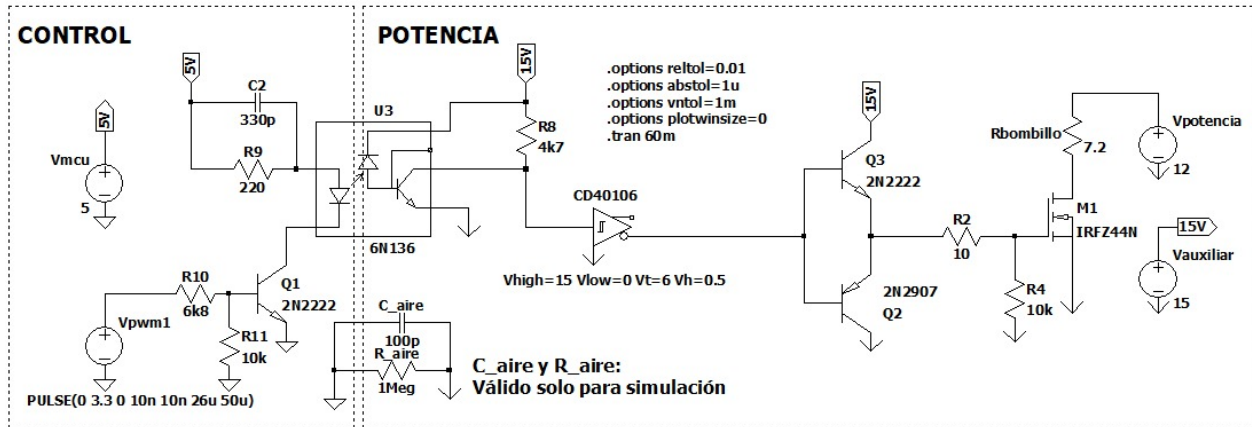
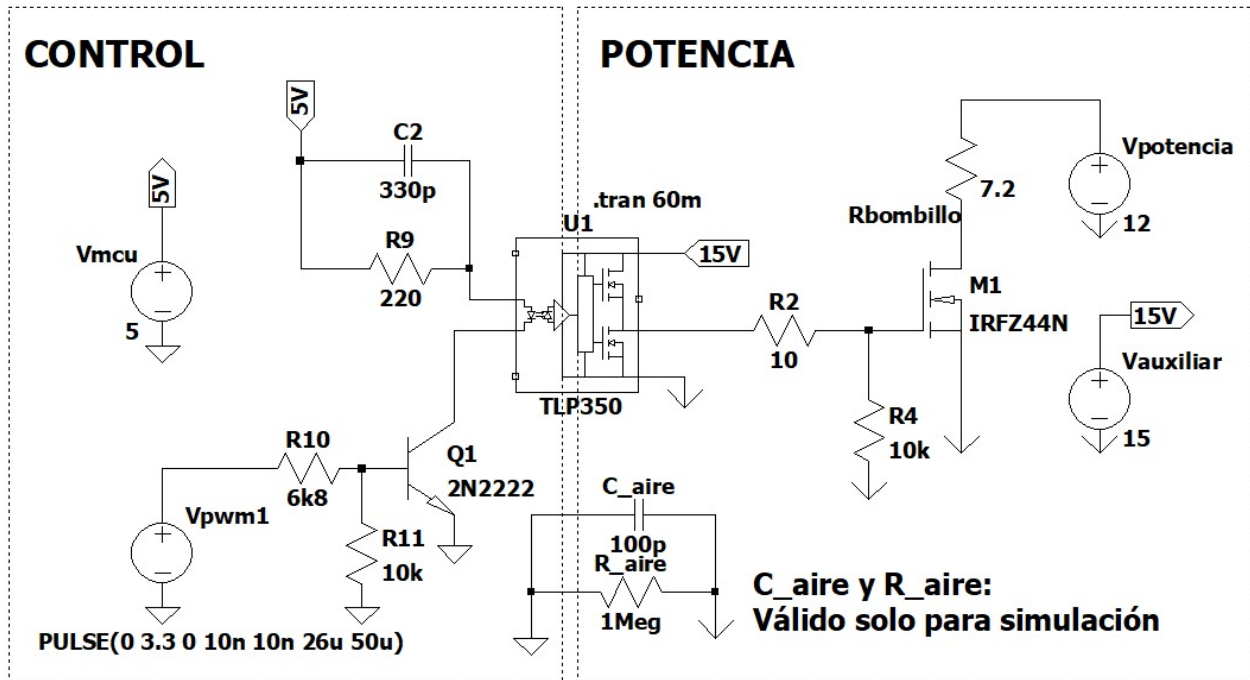

Figura 1: Circuito de disparo para Mosfet con optoacoplador de alta velocidad.
Figura 2: Circuito de disparo con optodriver de alta velocidad: MOSFET vs IGBT.
Simular los circuitos de la figura 1 y la figura 2, se recomienda la versión actualizada de LTspice disponible en [\[1\]](#) y hacer/consultar las librerías de los componentes que no se encuentren por defecto en el simulador; las simulaciones se presentan directamente en el simulador (PC).
Durante la práctica se deben implementar los circuitos de la figura 1 y la figura 2 en protoboard. Se debe ajustar la fuente de potencia a máximo 12Vdc y 5Amp. Las preguntas planteadas en esta sección se deben responder durante la práctica.
Implementar el circuito de la figura 1, la frecuencia y ancho de pulso (duty) se le indicará durante la práctica.
Implementar el circuito de la figura 2, la frecuencia y ancho de pulso se le indicará durante la práctica.